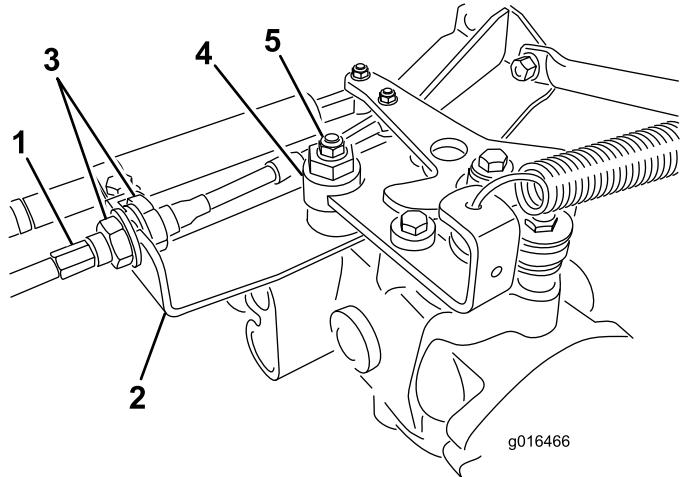

図 47
A. 走行ケーブルを油圧トランスミッションのバルクヘッドに取り付けているジャムナット図 47 を両方ともゆるめる。調整ができるよう、ジャムナットは十分に、また均等にゆるめること。
注 偏芯ナットをトランスミッション上部に止めているナット図 47 をゆるめる。
- E. 調整ができたら固定ナットを締める図 47。
- G. バulkヘッドのそれぞれの側から、ロックナットを均等に締め付けて、ケーブルを固定する図 47。ケーブルをねじらないように注意すること。